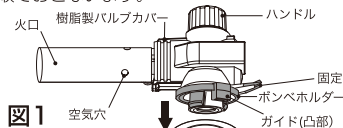

図1 空気穴
- 2.ボンベホルダーのガイド(凸部)が所定の位置(左側に止まるまで回した位置)(図1)にあることを確認します。
- 3.容器(ボンベ)の切り込み部を、ガイド(凸部)に合わせ(図1)、矢印方向へ押し付けながら本体を右方向に止まるまで約60度回します(図2)。ガイド(凸部)が本体の後ろにあることを確認します。(図3)